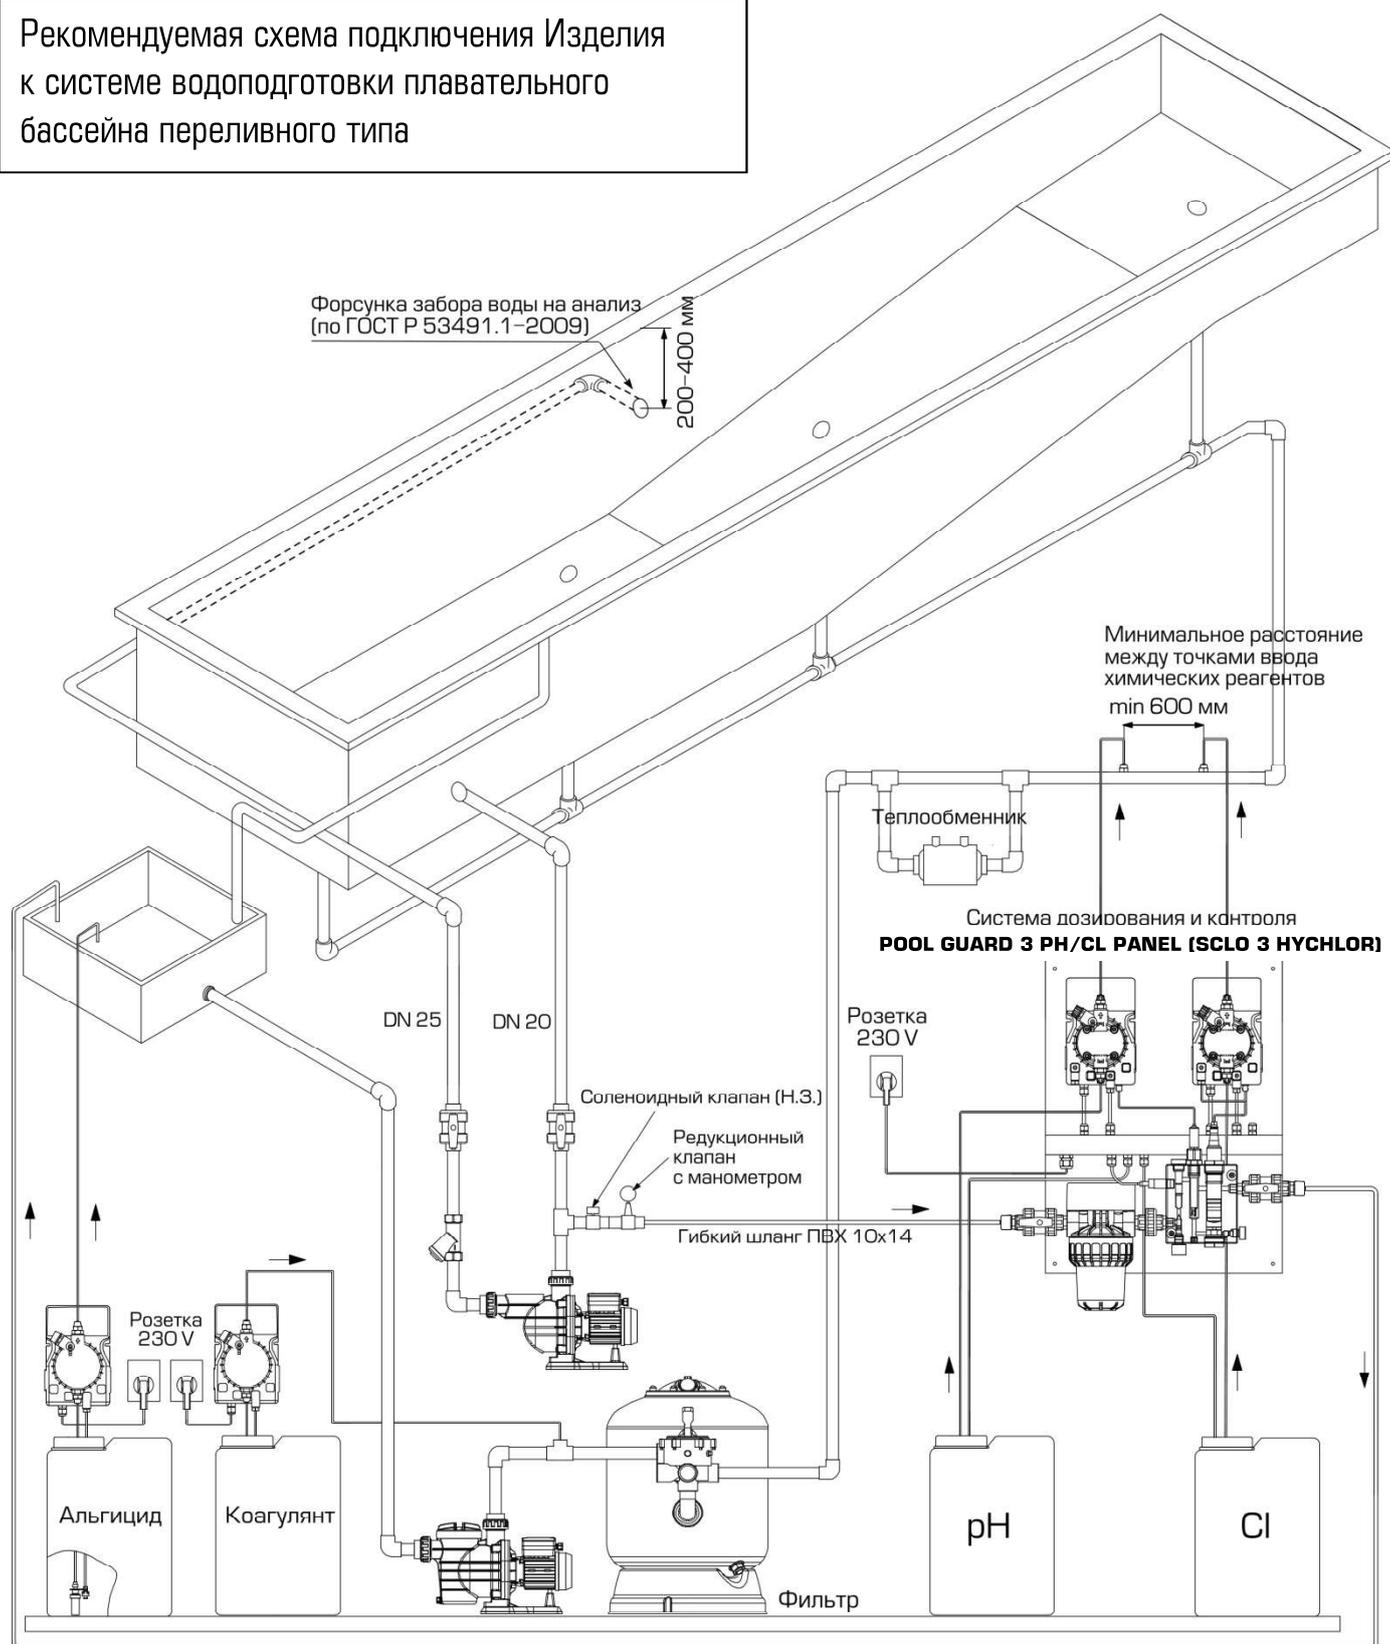

Рис. 6
- Выполните трубопроводные подсоединения, согласно рекомендованных схем, показанных на Рис. 6 и 7